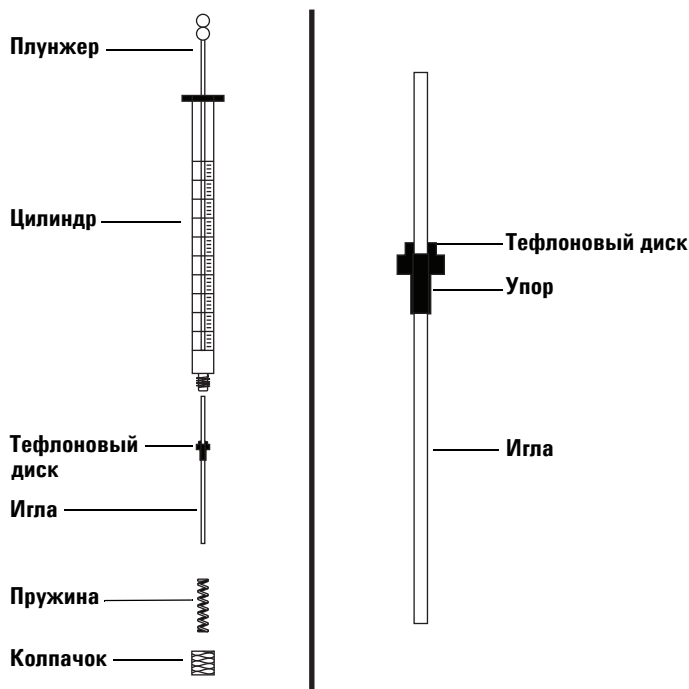

Рис. 76 Части шприца
Чтобы вставить иглу в цилиндр шприца, выполните указанные ниже действия (Рис. 76):
- 2 Убедитесь, что игла имеет тefлоновый диск (Рис. 76). Если цилиндр шприца не имеет тefлонового диска, самостоятельно оберните иглу в соответствии с инструкциями, прилагаемыми к шприцу.